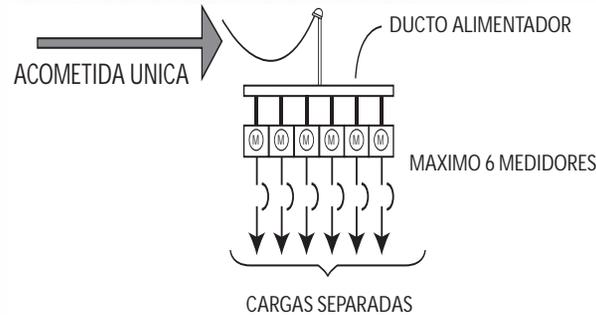

Figura No. 1. Ducto o Panel de Medidores servido por una sola acometida
- Los medidores deben estar agrupados y servidos por una sola acometida. La acometida son los conductores y el equipo para entrega de energía eléctrica desde la red local de servicio público, hasta el sistema de alambrado del inmueble o de la propiedad servida (Ver Figura No. 1)